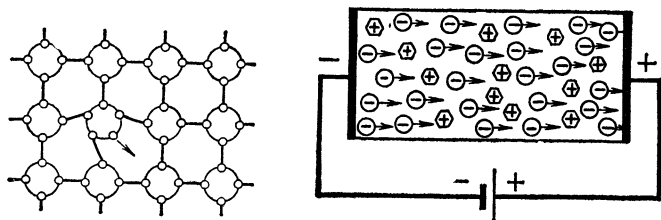

Рис. 10. Пятивалентный примесный атом нарушил безукоризненный порядок кристаллической решетки. Что станет с пятым электроном этого атома?
**Л.** — Совершенно верно. Один пятивалентный атом, например атом мышьяка или сурьмы, проник в благородное общество атомов германия (рис. 10)... и скандал разразился!